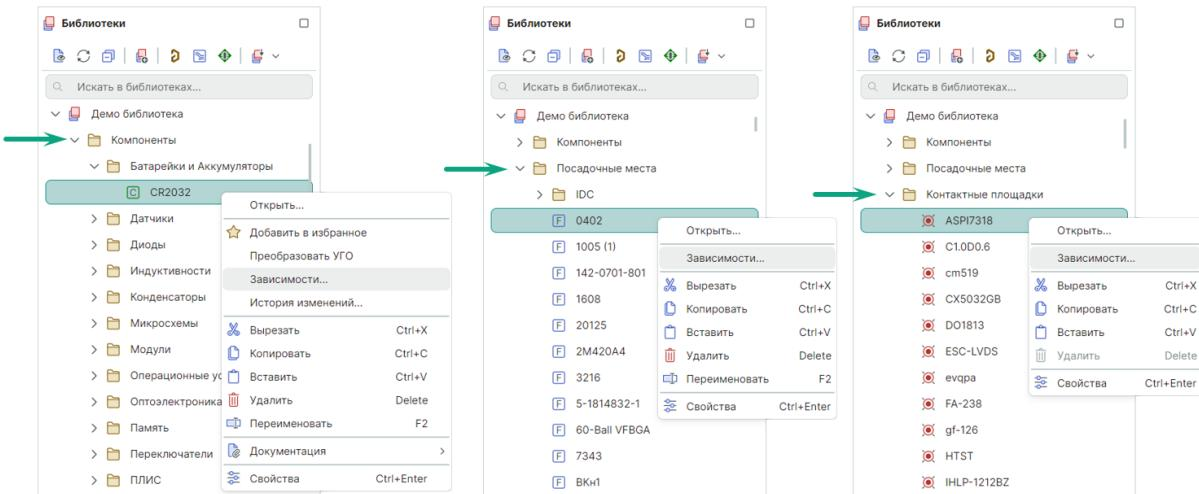

Рис. 321 Вызов менеджера зависимостей
2. Из контекстного меню выберите пункт «Зависимости», см. Рис. 321.